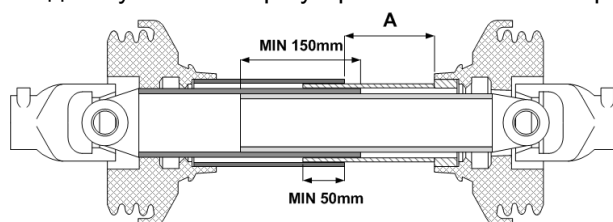
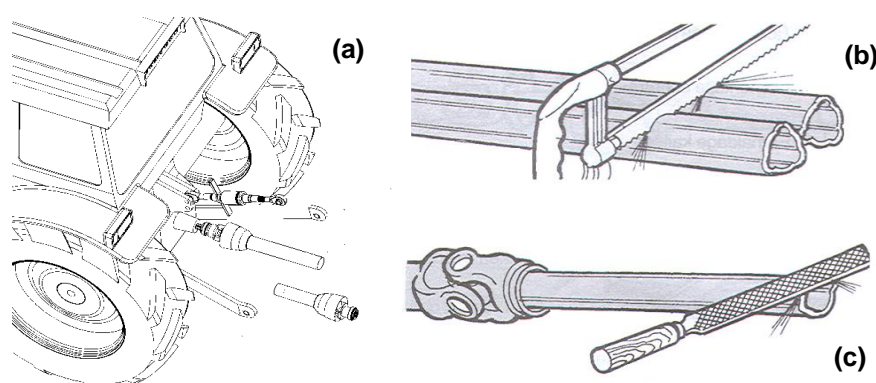

Figure 4.2
Рис. 4.3
ВАЖНО: Рекомендуемое минимальное зацепление ВОМ составляет 150 мм в рабочем положении. Это измерение необходимо учитывать при укорачивании вала отбора мощности. (См. Рисунок 4.3)
- 4.5.1.2 Предварительно соберите вал отбора мощности и убедитесь, что перекрытие приводной трубы составляет не менее 150 мм, см. Рисунок 4.2 и Рисунок 4.3 а.
- 4.5.1.3 Убедитесь, что минимальное перекрытие ограждений вала составляет не менее 50 мм, см. Рисунок 4.2.
- 4.5.1.5 Если необходимо уменьшить вал отбора мощности, отрежьте обе трубы, поскольку обе половины должны быть одинаково укорочены, см. Рисунок 4.3 б.